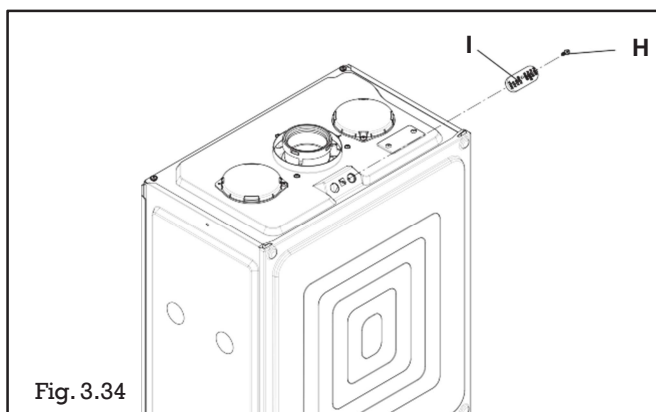

Fig. 3.34
- posizionare l'analizzatore fumi nella presa di analisi rimuovendo la vite **H** e il tappo **I** (fig.3.34). La sonda per l'analisi fumi essere inserita fino in fondo.